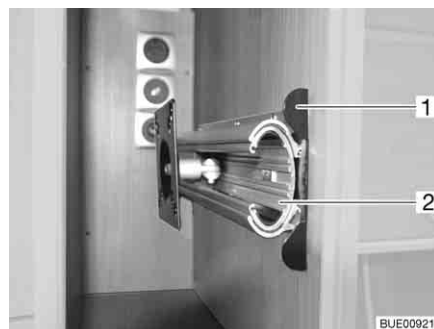

Fig. 49 Soporte en el armario de TV
- Hundir el listón de desbloqueo (Fig. 49,1).
- Extraer el dispositivo de extracción (Fig. 49,2) hasta el tope.
- Introducir el dispositivo de extracción (Fig. 49,2) hasta que engatille el listón de desbloqueo (Fig. 49,1).